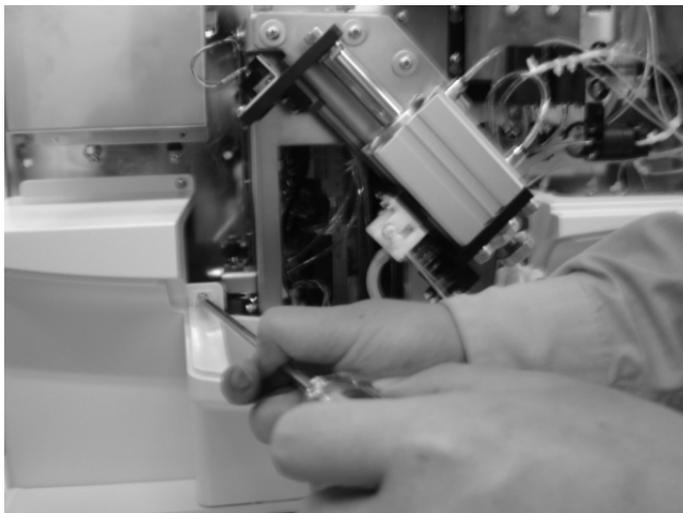
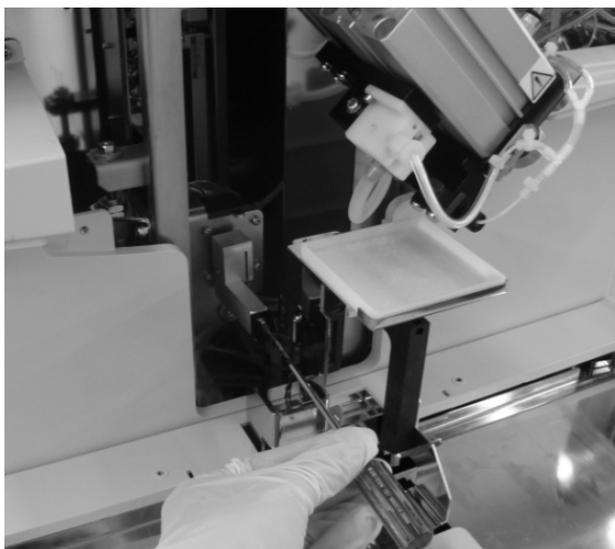

Рисунок 10-69 Удаление защитной крышки держателя
Рисунок 10-70 Откручивание фиксирующего винта держателя
- Открутите крепежные винты (Рисунок 10-69), чтобы снять защитную крышку держателя. Открутите крепежный винт (Рисунок 10-70), чтобы извлечь держатель.